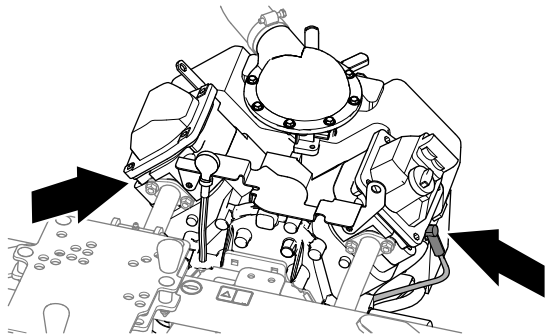

Figura 82
- Retire los cables de las 2 bujías como se muestra en la Figura 82.